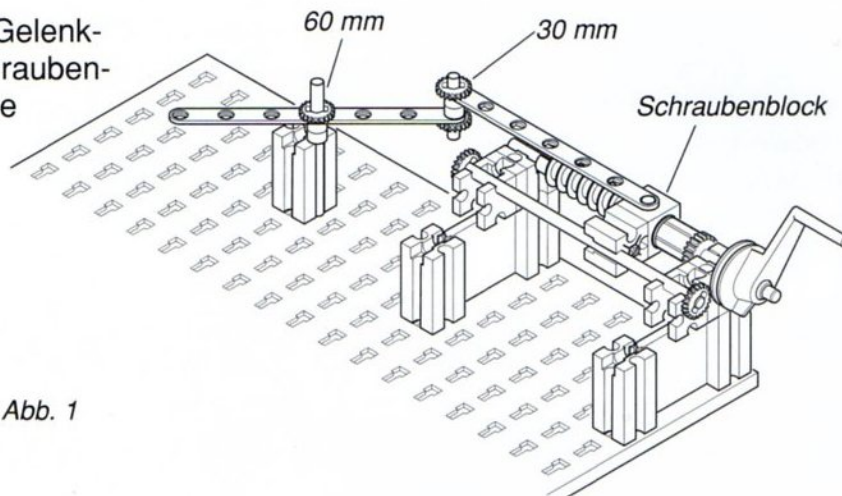

Abb. 1
1) Fügt den einfachen Gelenkmechanismus zum Schraubenspindelmodell hinzu, wie in Abb. 1 gezeigt.